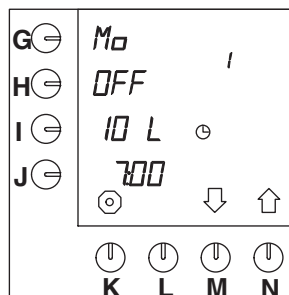

Fig. 14 Förprogrammerad standardinställning
- Sedan visas nästa förprogrammerade tidsinställning på displayen (fig. 14 ).
- Sedan visas nästa tidsinställning på displayen (fig. 14).